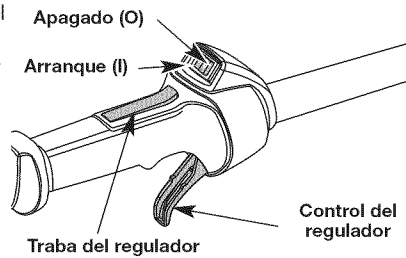

Fig. 10
**NOTA:** No hay necesidad de encender la unidad. El Control de Parada Arranque y Apagado está en la posición Arranque (I), en todo momento (Fig. 10).
2. Oprima y mantenga oprimido el control de encendido y apagado en la posición de **APAGADO (O)** hasta que el motor se detenga por completo (Fig. 10).